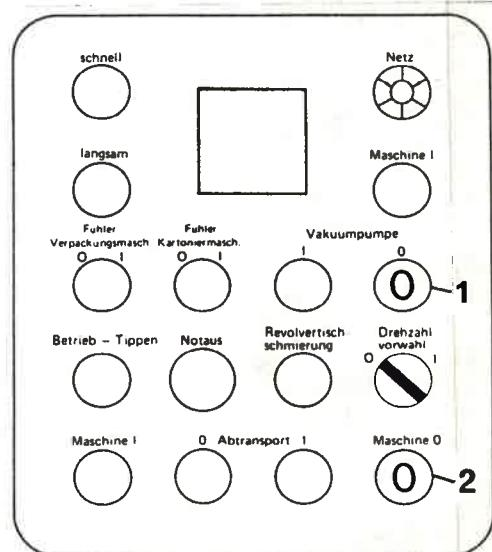

Bild 149
12. Wahlschalter „Drehzahlvorwahl“ auf „0“ schalten (Bild 149).
13. Maschine durch Betätigung des Tasters „Maschine 0“ (Bild 149/2) ausschalten.
14. Vakuumpumpe ausschalten (Bild 149/1).